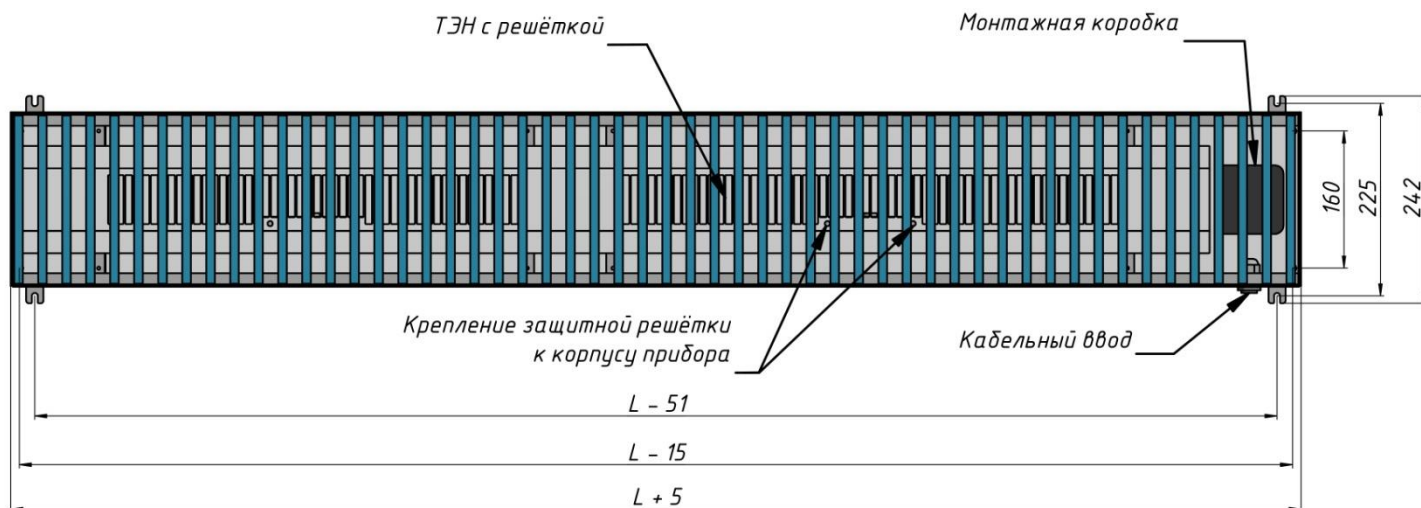

Рис. 1. Расположение монтажных отверстий и вырезов.
2. Расположите конвектор там, где предполагается его размещение. Положение монтажных вырезов и отверстий указано на рис.1. Произведите выравнивание конвектора по уровню пола при помощи установочных винтов, расположенных в углах прибора.